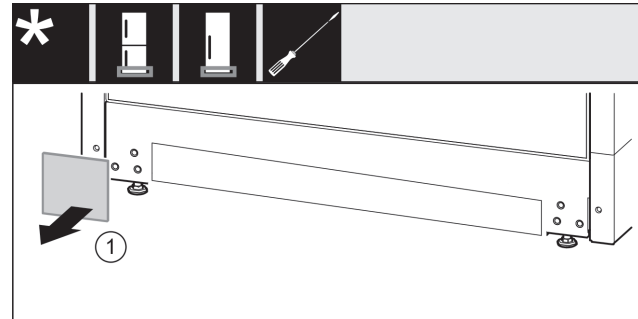

Fig. 19
- Abdeckung Fig. 19 (1) abnehmen.